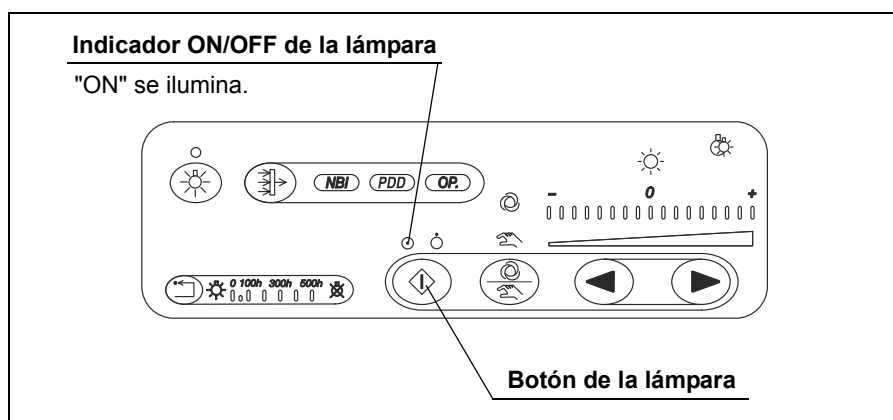

Figura 3.5
1. Pulse el botón de la lámpara si la lámpara de exploración está apagada y confirme que el indicador de lámpara encendida se ilumina (véase la figura 3.5).